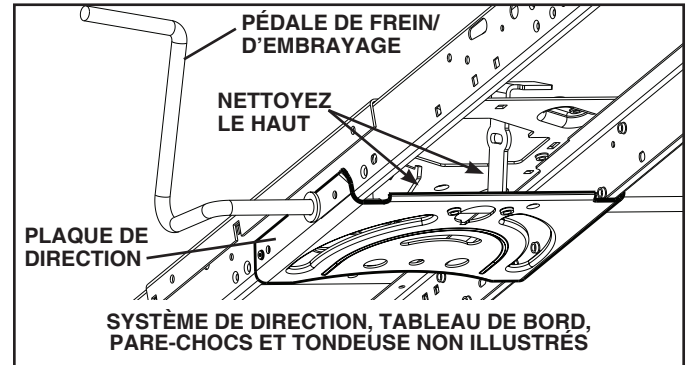

Fig. 19
- Nettoyez toute trace de débris sur la plaque de direction. Les débris peuvent empêcher le mouvement de l'arbre de la pédale de frein/d'embrayage, provoquant le glissement de la courroie avec perte d'entraînement. Voir Fig. 19.